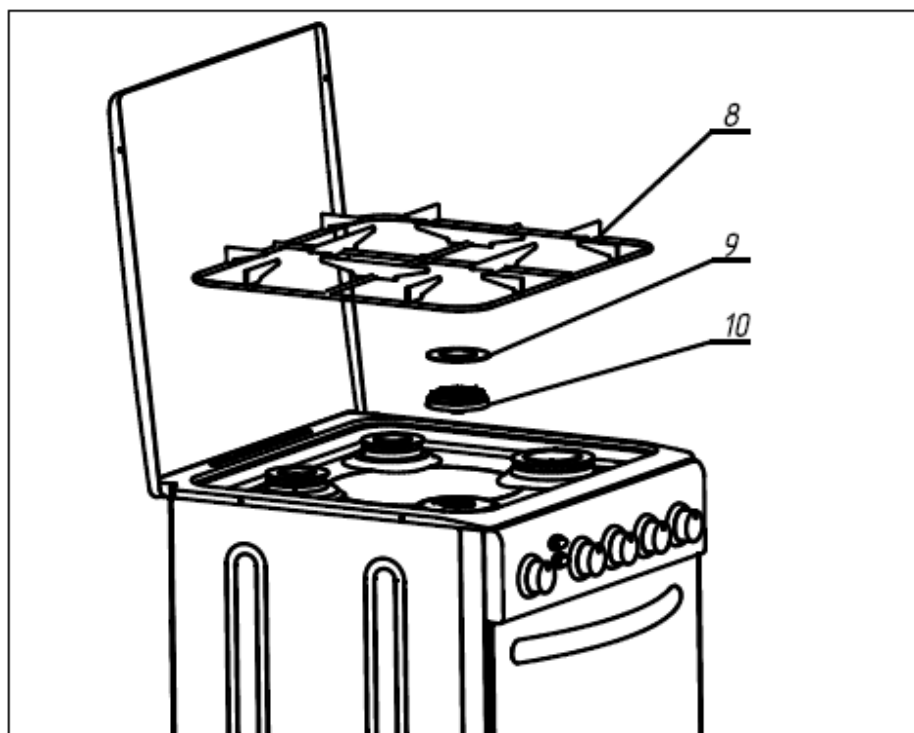
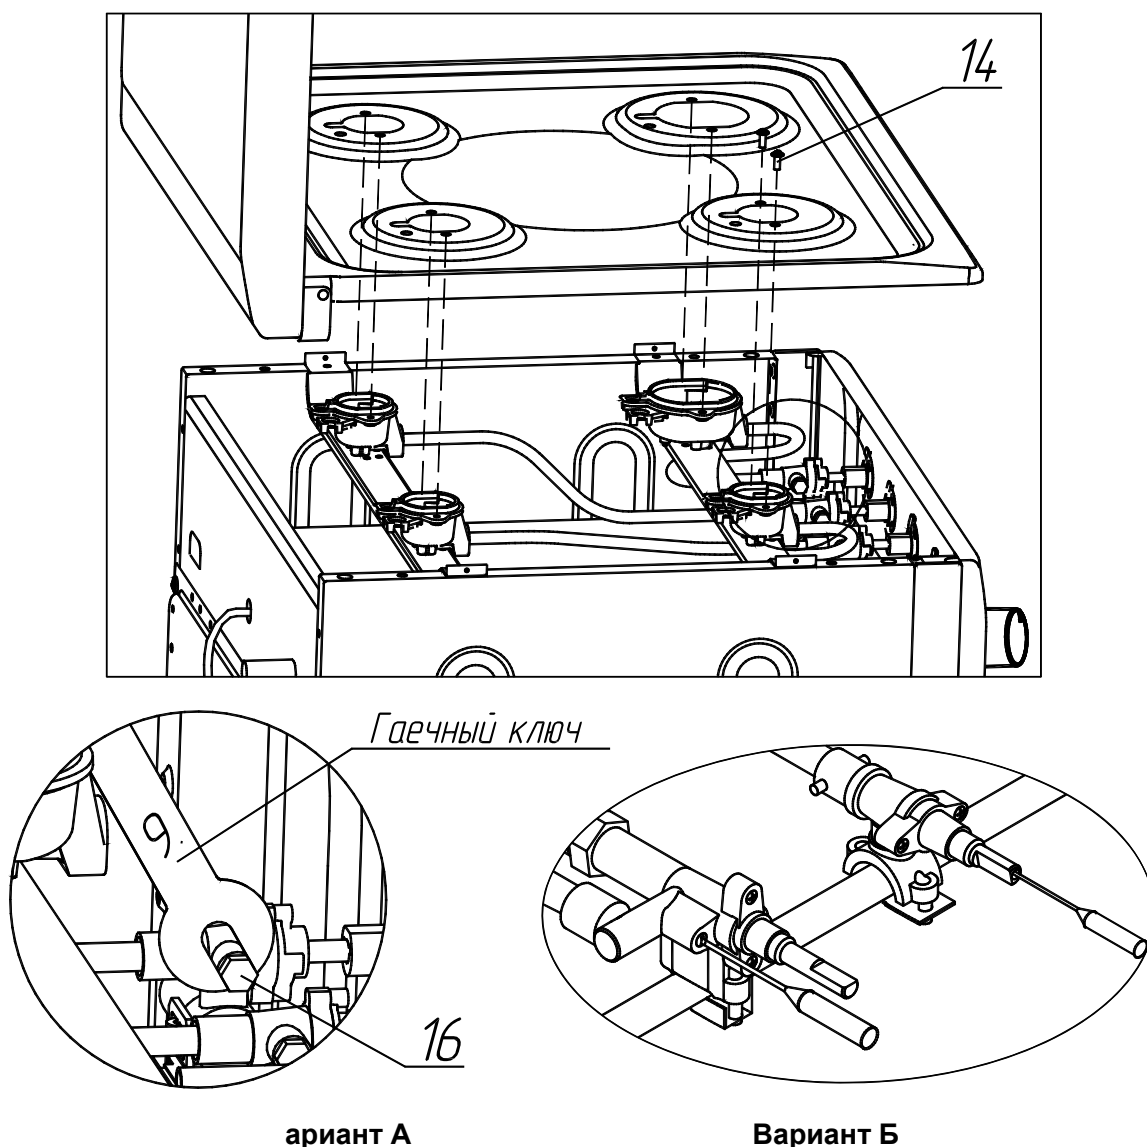

Рисунок 3 - Подготовка плиты к замене сопла.
Рисунок 6 – Замена и регулировка винтов малого пламени.
4.2.3 Замена и регулировка винта малого пламени на кранах горелок стола и духовки (рисунок 6).
- снять решётку (8) с поддона плиты, а также крышки горелок (9) и вынуть насадки (10) (см. рис. 3);
- отвинтить винты (14) – 8 шт. и снять поддон с крышкой с плиты;
- гаечным ключом (рисунок 6, вариант А) (зев ключа 9 мм) отвинтить винты малого пламени (16) с кранов и заменить их ВМП для нового типа газа (см. табл. 2 «Характеристики горелок, сопел и ВМП»);
Для регулирования ВМП (рисунок 6, вариант Б), в кранах, имеющих отверстие в валу крана, необходимо перевести ручку крана в положение «малое пламя», снять рукоятку и отверткой, вставленной в шлиц ВМП через отверстие в валу, удерживая вал от поворота и вращая ВМП, в направлении закручивания, добиться минимального, но устойчивого пламени горелки (длина пламени должна составлять 4...6 мм). Правильность настройки проверяется быстрым поворотом ручки крана из положения «максимальное пламя» в положение «малое пламя». Пламя при этом не должно гаснуть.
- снять решётку с поддона плиты, а также крышки горелок и вынуть насадки (см. рис. 3);
- отвинтить винты и снять поддон с крышкой с плиты (см. рис. 6);
- отвинтить винты и крепления поддона к плите и снять поддон с крышкой (см. рис. 6);